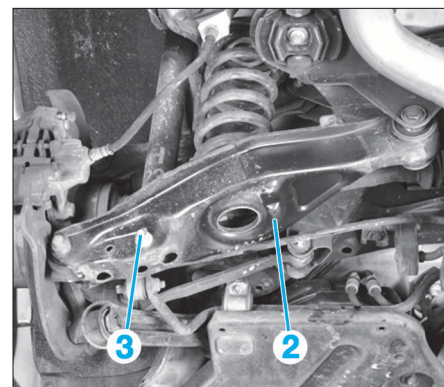

FIG. 21
- le cache recouvrant le bras de suspension inférieur (2) (Fig.21).
- la fixation inférieure (3).